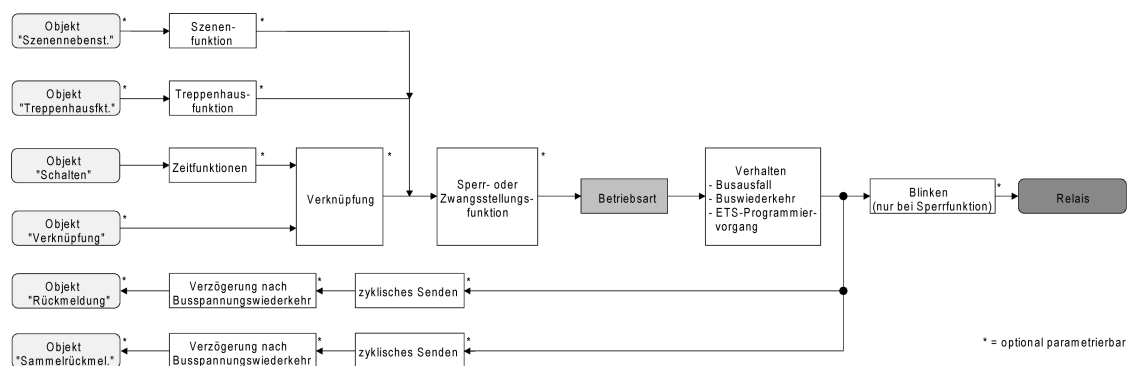

Bild 16: Funktionsschaltbild "Betriebsart"
- i** Der logische Schaltzustand ("ein - 1" oder "aus - 0") wird durch das Kommunikationsobjekt "Schalten" eingestellt und durch die Funktionen beeinflusst, die optional aktiviert werden können (z. B. Zeit-/Treppenhausfunktionen, Verknüpfungen, Sperr-/Zwangsfunktionen, Szenen) (Bild 16).